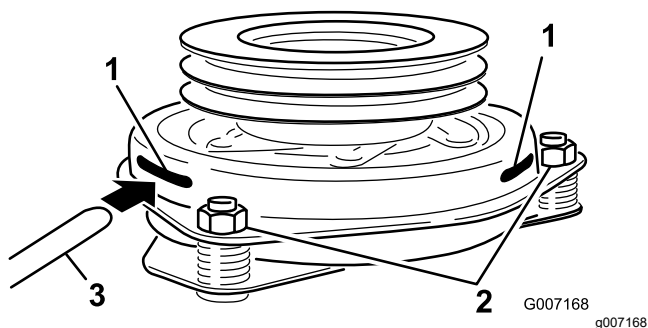

Figura 78
9. Inserite uno spessore da 0,381 a 0,533 mm attraverso una scanalatura d'ispezione sul lato del gruppo (Figura 78).
10. Stringete i dadi di bloccaggio fino a fissare leggermente lo spessore facendo però in modo di poterlo muovere facilmente all'interno del traferro (Figura 78).